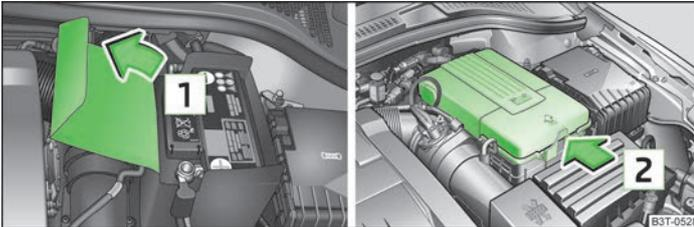

Abb. 162 Motorraum: Polyester-Abdeckung der Fahrzeugbatterie / Kunststoffabdeckung der Fahrzeugbatterie
Die Batterie befindet sich im Motorraum in einer Polyester-Abdeckung  » Abb. 162 bzw. in einer Kunststoffabdeckung  » Abb. 162 oder im linken Seitenfach des Gepäckraums » Abb. 102 auf Seite 93.
- › Die Batterieabdeckung in Pfeilrichtung  öffnen bzw. die Verrastung an der Seite der Batterieabdeckung in Pfeilrichtung  drücken » Abb. 162, die Abdeckung nach oben klappen und entnehmen.
Der Rand der Polyester-Batterieabdeckung  » Abb. 162 wird bei Arbeiten an der Batterie zwischen Batterie und Seitenwand der Batterieabdeckung eingesteckt. ■